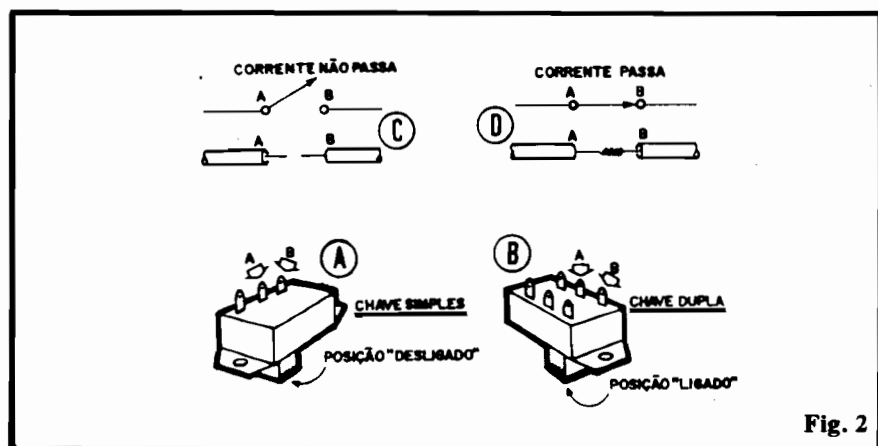

Fig. 2
Em muitos dos circuitos e experimentações (mesmo nos casos mais simples...) será necessária a inclusão de uma "chave interruptora" (LIGA-DESLIGA) para o comando da alimentação de energia (seja ela proveniente de pilhas, baterias, rede C.A., etc.) ao dito circuito. Para que o Leitor/Aluno vá, desde já, se familiarizando com esse importante componente (quase tudo em Eletro-Eletrônica, tem uma "chave" LIGA-DESLIGA...), a fig. 2 mostra os modelos mais comuns (e baratos) de chaves, bem como as "dicas" de quais terminais devem ser utilizados, nas aplicações menos complexas.
- FIG. 2-A - Mostra uma chave do tipo "H-H" SIMPLES (também chamada de "1 polo x 2 posições"). Pode ser facilmente en-
- FIG. 2-B - Eventualmente, pode ser mais fácil de obter uma chave "H-H" DUPLA (nome técnico: "2 polos x 2 posições"), cujos terminais a serem utilizados numa aplicação como interruptor simples, estão indicados pelas setas A e B.
Observar, tanto na fig. 2-A quanto na 2-B, que é fácil determinar-se visualmente, pela posição do "botão" ou alavanca das chaves tipo "H-H", se a condição é "LIGADO" ou "DESLIGADO". Quando o "botão" é puxado para o lado onde estão os terminais aproveitados, a chave estará LIGADA. Quando o "botão" é deslocado para longe da posição ocupada pelos terminais aproveitados, então a chave estará DESLIGADA.